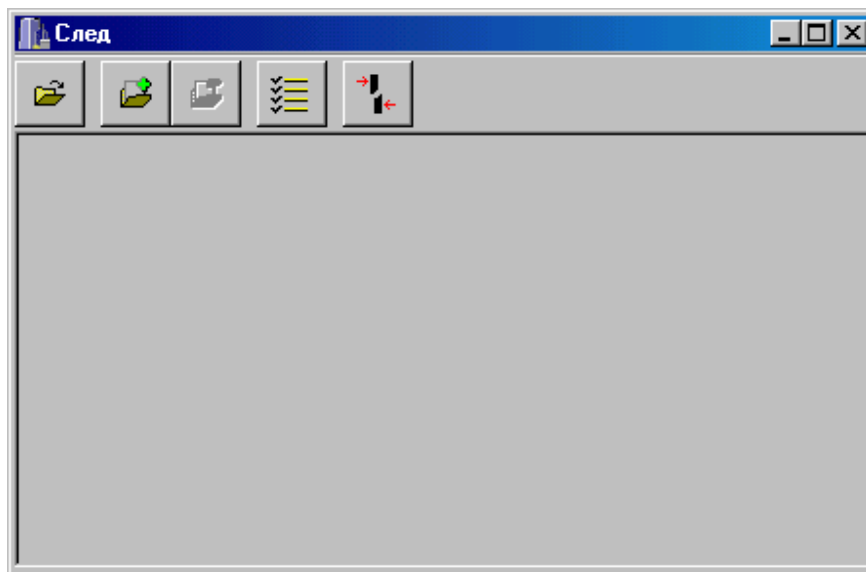

Рис. 2.9 Программа обработки архива осциллограмм
2.4.15 Вызов программы обработки архива осциллограмм, записанных регистратором, производится с помощью кнопки «» с изображением сейфа. При этом откроется окно, изображенное на рис. 2.9